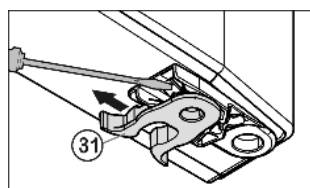

Fig. 7
- Pružinovou svorku *Fig. 7 (31)* přesadit: Stisknout zářezku pro uchycení, přesto stáhněte pružinovou svorku.